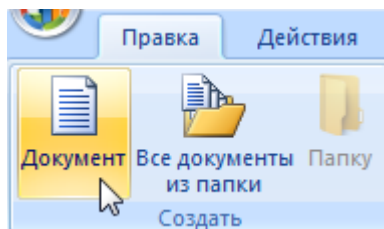

Рис. 13-372 – Вкладка «Правка»
6) На панели «Создать» функциональной вкладки «Правка» нажать кнопку «Документ» или «Документ из папки», если необходимо связать состояние с несколькими документами (рис. 13-372).